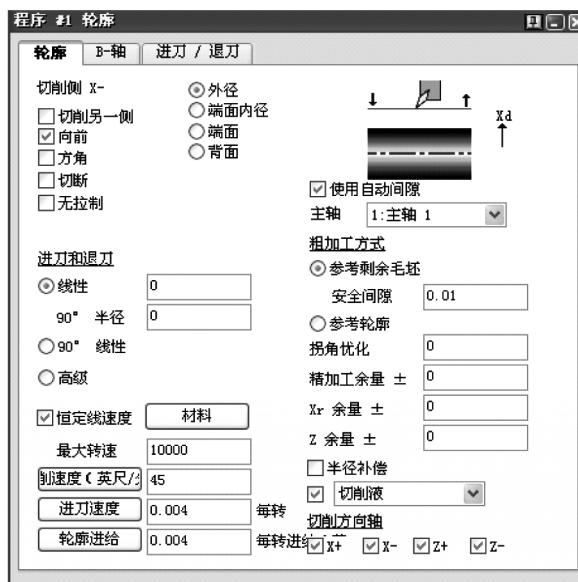

图 6-70 精车程序
1) 应用#9 刀具创建精加工车削程序, 如图 6-70 所示。